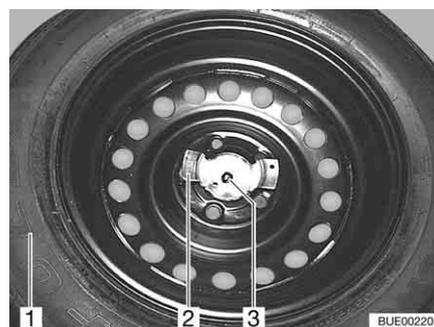

Fig. 238 Fissaggio della ruota di scorta
- Svitare i due dadi (Fig. 238,2 e 3).
- Rimuovere la ruota di scorta (Fig. 238,1) dal relativo supporto.